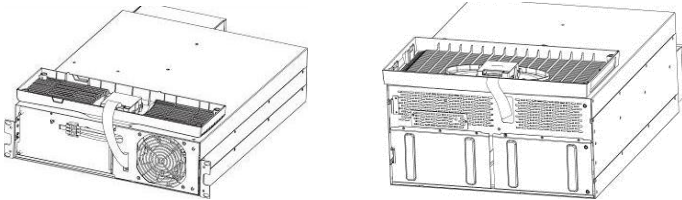

Abbildung 7: Frontblende der XANTO S 6000 und 10000
3. Entfernen Sie die Frontblende (siehe Abbildung 7).